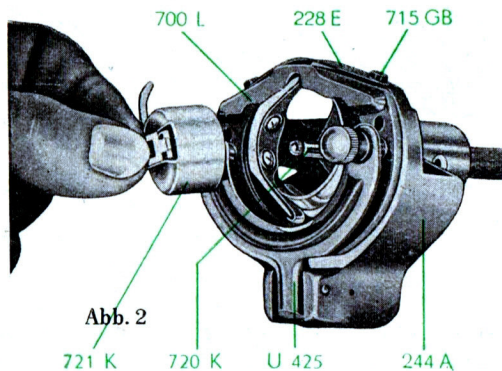

Abb. 2
(Abb. 2 u. 3)
6. Einsetzen der Spulenkapsel (siehe auch Abb. 2)
den stark gefederten Scharnierbügel U 425 der Greiferbahn auf, indem man ihn an den beiden in Abb. 2 gut sichtbaren Knöpfen anfaßt und nach links abdrückt, bis die Federung ausgelöst wird. Bei dieser Neuerung ist die Freilegung des Greifers ohne Verwendung von Schraubenzieher und Werkzeugen leicht möglich. Bei aufgeklapptem Scharnierbügel läßt sich der Greiferbahnring, der durch zwei Stifte in seiner Lage gehalten wird, leicht ablösen. Alsdann nimmt man den Greifer heraus und befreit dessen Laufbahn mit einem geölten Lämpchen oder mit einem Holzstäbchen, das man mit einem geölten Lämpchen umwickelt, von allen Unsauberkeiten. · Hierbei bewege man den Mechanismus durch Drehen am Handrad hin und her.